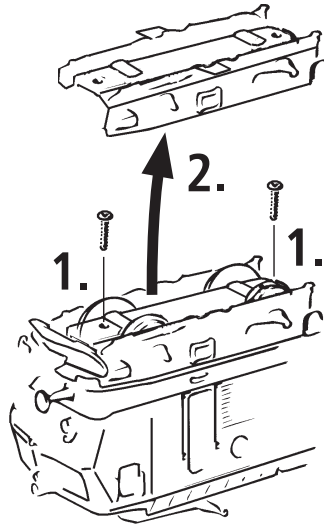
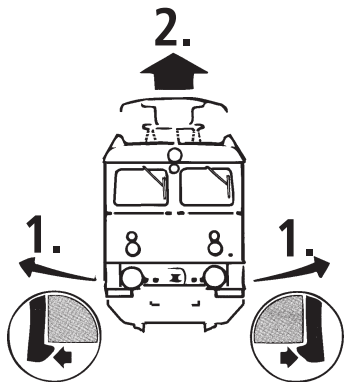

Fig. 3
Fig. 5
Mehrzugbetrieb: Zuerst Lokgehäuse abnehmen (Fig. 3). Danach den Brückenstecker aus der Schnittstelle entfernen (diesen sorgsam aufbewahren). Danach den Stecker des Steuerbausteins lagerichtig einsetzen (siehe Fig. 5).
2. Schmierung: Versehen Sie die im Schmierplan in Fig. 8 gekennzeichneten Stellen mit nur **kleinen Öltropfen**. Dazu zuerst das Lokgehäuse abnehmen (Fig. 3). Wir empfehlen den ROCO **Öler Art.-Nr. 10906**. Fürs Schmieren der Getriebeteile (Zahnräder, Schnecke) empfehlen wir das **ROCO-Spezialfett Art.-Nr. 10905**. Im Falle der Schmierung diese Teile **nicht ölen**.
4. Kohlebürstenwechsel: Lokgehäuse abnehmen (Fig. 3). Danach wird der Motor ausgebaut und die Kohlebürsten ausgewechselt (Fig. 9).
Finally put the plug of the chip into the interface as shown in fig. 5.
2. Lubrication: Apply **tiny oil drops** to spots marked in fig. 8. Prior to lubrication dismantle locomotive (fig. 3). We recommend using item no. **10906, ROCO oiler**. For lubrication the gearparts (e.g. cogwheels, worm) we would recommend our ROCO **special grease** (item no. **10905**).
4. Carbon Brush Changing: First remove locomotive body (fig. 3), and then the motor (fig. 9).
Enlevez la fiche de shuntage de l'interface (à conserver!) et enfichez finalement la fiche du module de télécommande aux prises de l'interface. Veuillez à la position correcte de la fiche (voir fig. 5).
2. Graissage: N'appliquez **qu'une toute petite goutte** aux endroits indiqués par le plan de graissage (fig. 8) après avoir démonté la caisse de la locomotive (fig. 3). Nous vous recommandons **le graisseur à huile ROCO réf. 10906**. Pour graisser les engrenages (roues dentées, vis sans fin) nous vous conseillons la **graisse spéciale ROCO réf. 10905** pour engrenages en matières synthétiques. Lorsque vous utilisez cette graisse il faut éviter d'huiler ces composants.
4. Remplacement des balais du moteur: Démontez la caisse (voir fig. 3). Démontez ensuite le moteur et échangez le balais (fig. 9).